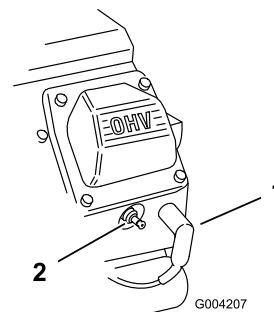

Figure 31
3. Débranchez les bougies (Figure 31).
3. Rebranchez les bougies (Figure 31).